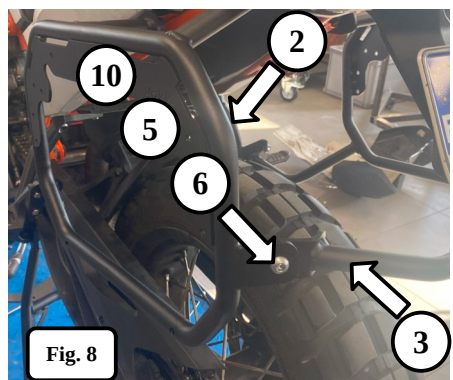
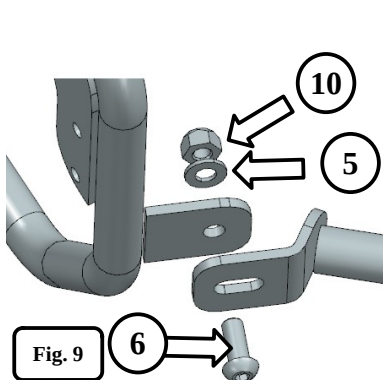
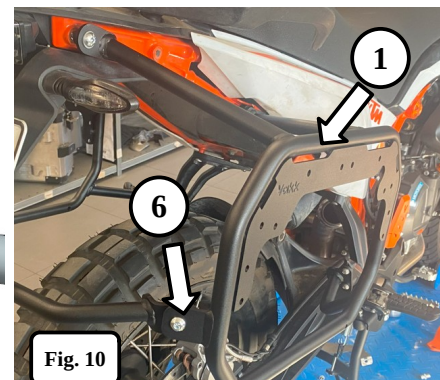

Fig. 8
Fig. 9
Fig. 10
ENG 3. Repeat operations 1 and 2 for the right side of the motorcycle. Fasten the Right side luggage rack (1) and Left side luggage rack (2) using the Connector (3) with Bolt (6), Nut (10), and Washer (5) [Fig. 8], [Fig. 9], [Fig. 10]
PL 3. Operacje 1 i 2 powtórz dla prawej strony motocykla. Skręć stelaż prawy (1) i lewy (2) za pomocą łącznika (3) śrubą (6) nakrętką (10) z podkładką (5). [Rys. 8], [Rys. 9], [Rys. 10]
DE 3. Wiederholen Sie die Schritte 1 und 2 für die rechte Seite des Motorrads. Den Rechten Seitlichen Gepäckträger (1) und den Linken Seitlichen Gepäckträger (2) mit dem Verbinder (3) unter Verwendung von Schraube (6), Mutter (10) und Unterlegscheibe (5) befestigen [Abb. 8], [Abb. 9], [Abb. 10]